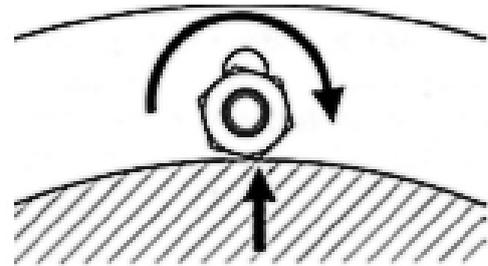

Figure 6
3. Pour ajuster finement la pression appliquée par les tiges sur le tube/le pare-buée, serrez légèrement les tiges dans le sens des aiguilles d'une montre (voir figure 6.)